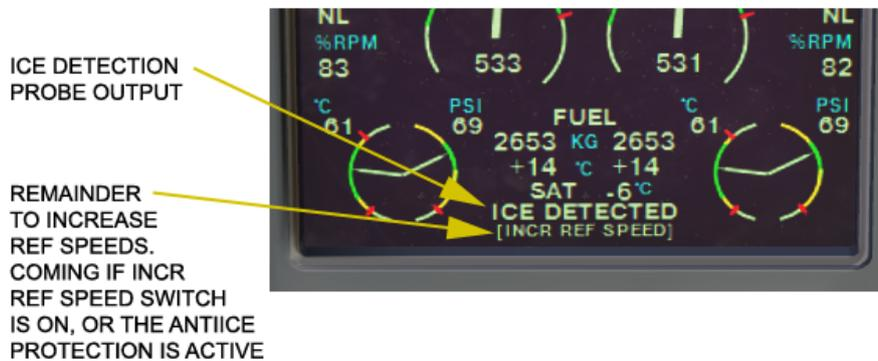

Figura 11.1. Información sobre formación de hielo.
Los sensores de formación de hielo, además de detectar su aparición, también informan de ello a través de la parte inferior de la pantalla de motores (ED), como se ilustra en la figura 11.1.